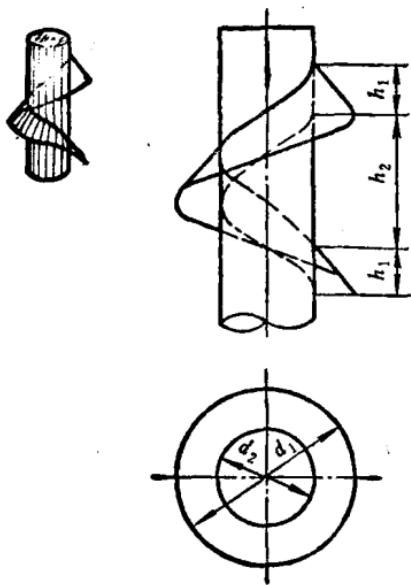

图 5
5. 斜螺旋叶片的展开，如图 5 所示。已知尺寸 $d_1 = 60\text{mm}$ ， $d_2 = 30\text{mm}$ ， $h_1 = 16\text{mm}$ ， $h_2 = 76\text{mm}$ 。求作斜螺旋叶片的展开图。